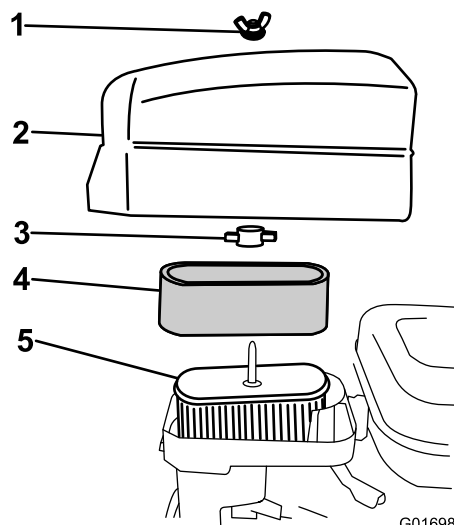

Bild 25
- Wenn der Schaumfiltereinsatz verschmutzt ist, nehmen Sie ihn vom Papiereinsatz ab (Bild 25) und säubern ihn gründlich.